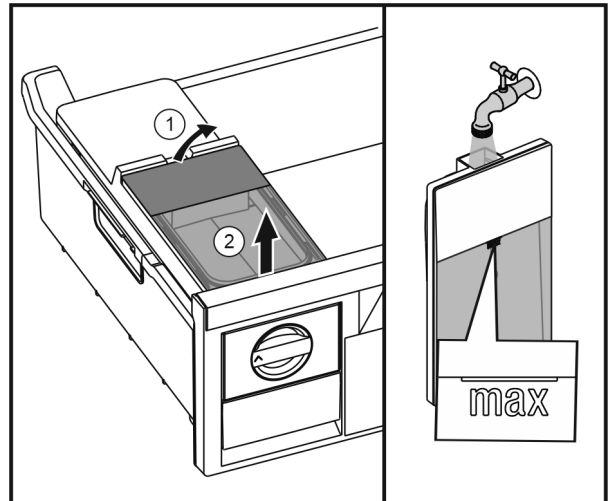

Fig. 43
- ▶ Wassertank von hinten anheben Fig. 43 (1) und nach oben entnehmen Fig. 43 (2).